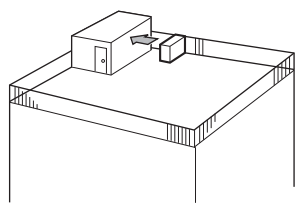

Fig. 3-2
- ① Direcione a saída de ar para a parede mais próxima a uma distância de cerca de 50 cm. (Fig. 3-2)